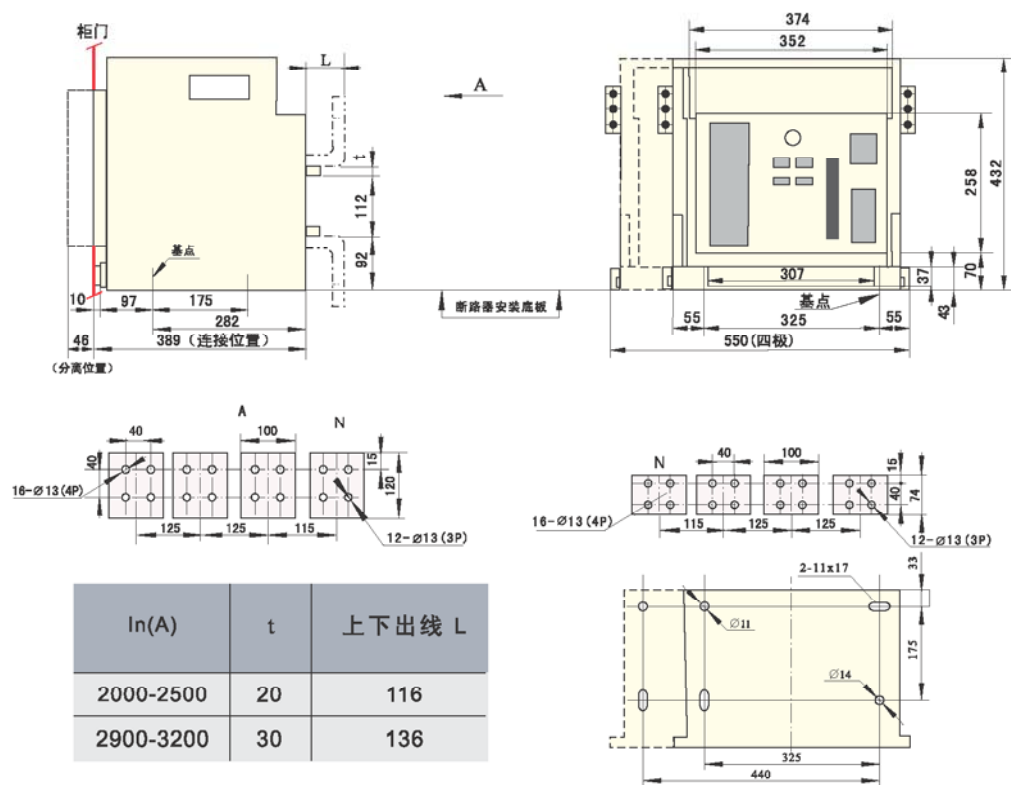

图22
7.3 ZW1-3200型外形尺寸及安装尺寸 (见图22) (抽屉式)